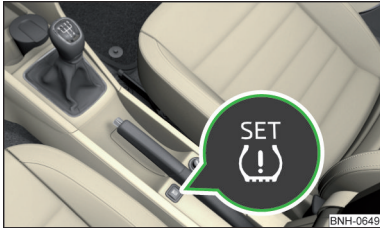

Abb. 213
- › Die Symboltaste  » Abb. 213 drücken und gedrückt halten.